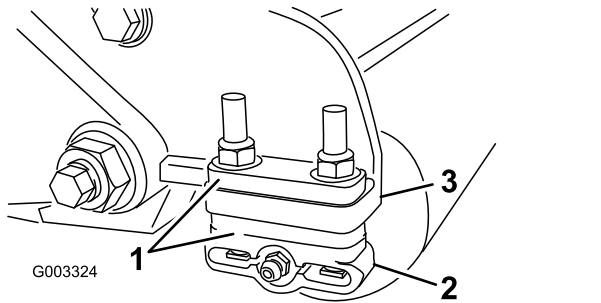

図 11
1. 希望の刈高範囲に必要な数のスペーサを刈高チャートで確認し、スペーサをサイドプレートの取り付けフランジ 図 11 の下に入れて、後ローラのブラケットの位置を正しくセットする 図 11 刈高表 (ページ 12) を参照。